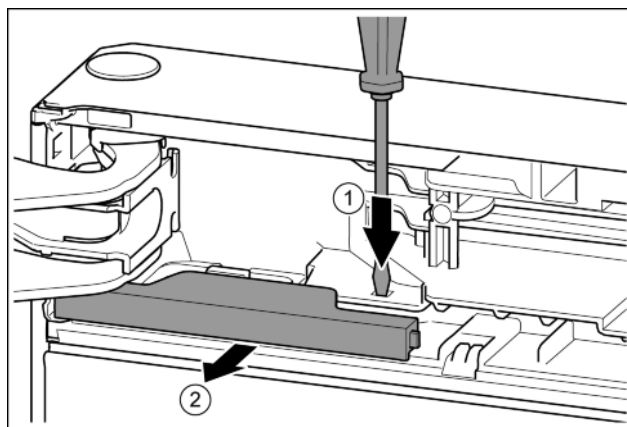

Fig. 14
- Apăsați eclisa cu șurubelnița plată. Fig. 14 (1)
- Trageți capacul din elementul de blocare. Fig. 14 (2)